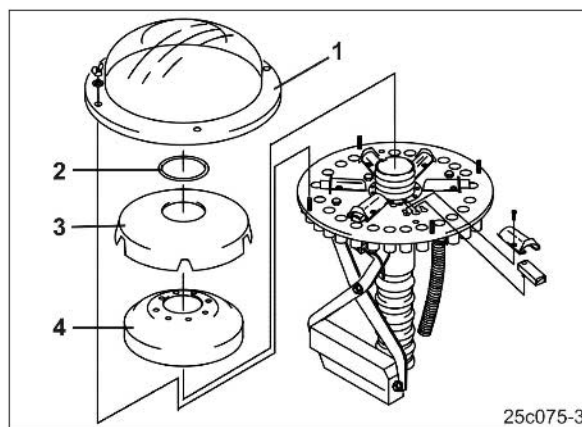

Рис. 122
1. Демонтируйте внешнюю крышку распределителя (Рис. 122/1).
2. Rin Демонтируйте кольцо g (Рис. 122/2).
3. Демонтируйте внутреннюю крышку распределителя (Рис. 122/3).
4. Демонтируйте пенопластовую вставку (Рис. 122/4).